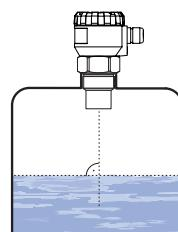

Рис. 1: Правильная инсталляция датчика перпендикулярно к уровню жидкости
- Измеритель уровня устанавливается вертикально в верхнюю крышку емкости или резервуара при помощи приварыша, крепежной гайки или фланца так, чтобы ось измерителя уровня была перпендикулярна поверхности измеряемой жидкости (рис. 1).